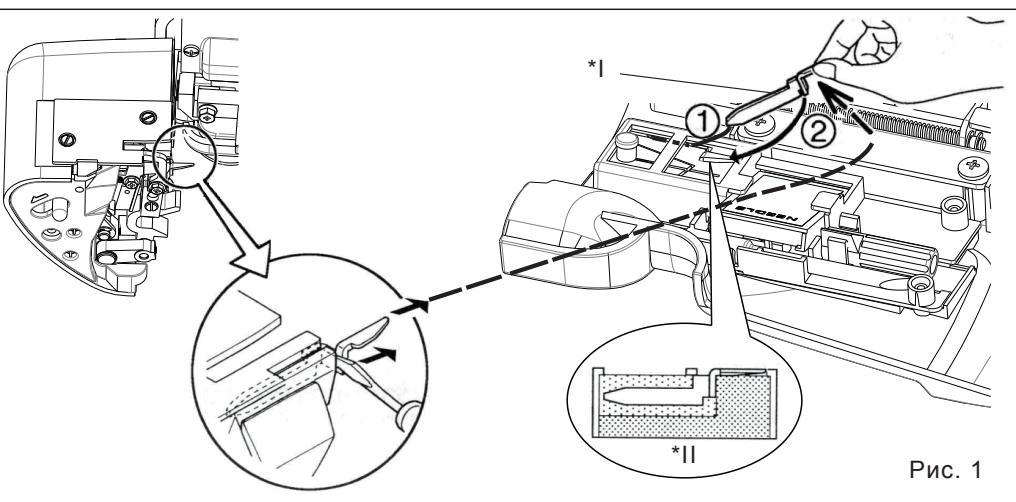

Рис. 1
2. После окончания шитья установите ширитель на место, как указано на рис. 1.